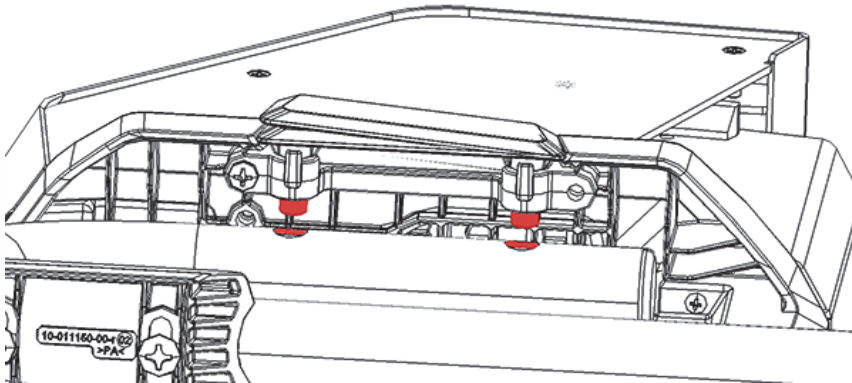

図 B-8 下から見たワークステーション試料室の眺め
4. ワークステーションチャンバーを前後にスライドさせ、ピンの音がカチッと音を立てて脚部にロックされるまで、脚部の穴をチャンバーのピンに合わせます（120 ページの図 B-8 参照）。
- ◆ Vanta バッテリーをワークステーションの背面にあるバッテリーレセプタクルに挿入します（120 ページの図 B-8 参照）。
- ◆ AC 電源アダプタの DC 電源プラグをワークステーションの背面にある DC 電源コネクタに接続します（120 ページの図 B-8 参照）。
2. ワークステーションの背面にある DC 電源コネクタから DC 電源プラグを外します（120 ページの図 B-8 参照）。